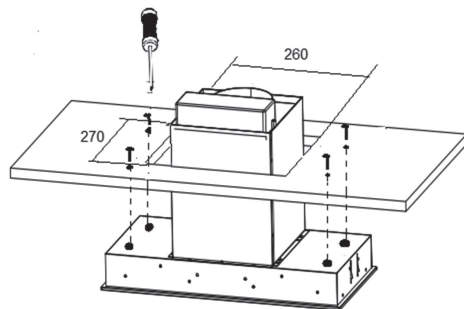

Рис. 14
2. Крепление к полке подвесного шкафчика (см. рис. 14).